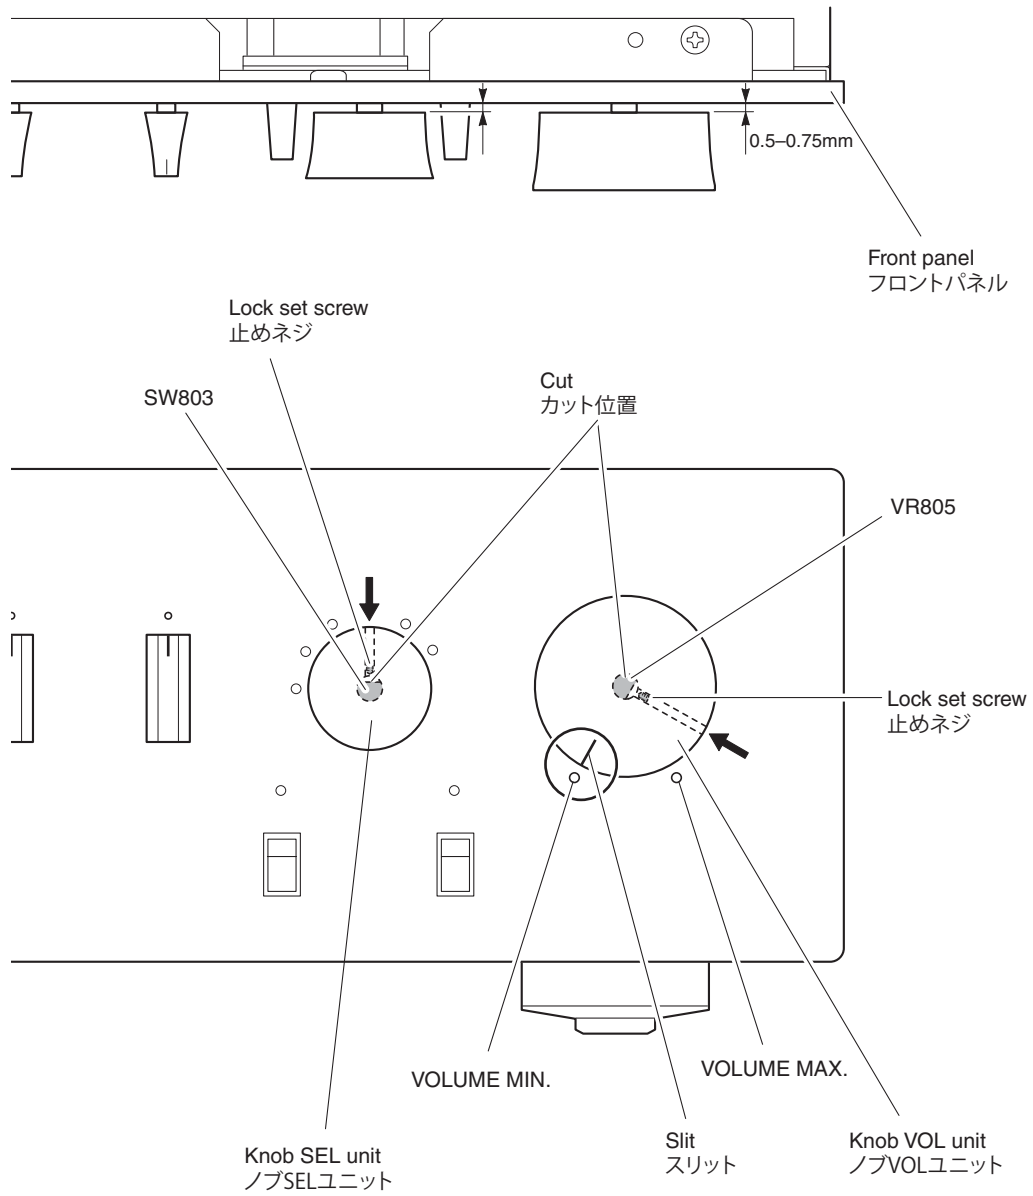

Fig. 2
- Turn the VOLUME (VR805) counterclockwise fully. (Fig. 2)
- Match the slit in the knob VOL unit with the "VOLUME MIN" position and install it in that state. (Fig. 2)
- Keep about 0.5 mm to 0.75 mm clearance from the front panel to knob VOL unit. (Fig. 2)
- Tighten the lock set screw. (Fig. 2)
- Turn the INPUT (SW803) so that the cut in it comes at the top. (Fig. 2)
- Install the knob SEL unit with its lock set screw positioned at the top. (Fig. 2)
- Keep about 0.5 mm to 0.75 mm clearance from the front panel to knob SEL unit. (Fig. 2)
- VOLUME (VR805) を左いっぱいに戻します。(Fig. 2)
- ノブ VOL ユニットのスリットを "VOLUME MIN" の位置に合わせ、取り付けます。(Fig. 2)
- フロントパネルから 0.5 ～ 0.75 mm 程度隙間をあけます。(Fig. 2)
- 止めネジを締めます。(Fig. 2)
- INPUT (SW803) のカット位置が上になるよう回します。(Fig. 2)
- ノブ SEL ユニットの止めネジ位置を上にして取り付けます。(Fig. 2)
- INPUT (SW803) のカット位置に止めネジ位置を合わせ、止めネジを締めます。(Fig. 2)